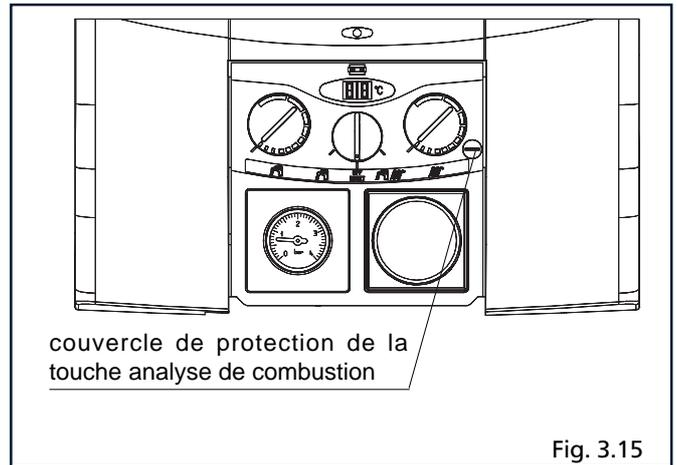

Fig. 3.15
- dévisser avec une pièce de monnaie le couvercle de protection de la touche analyse combustion (fig. 3.15),